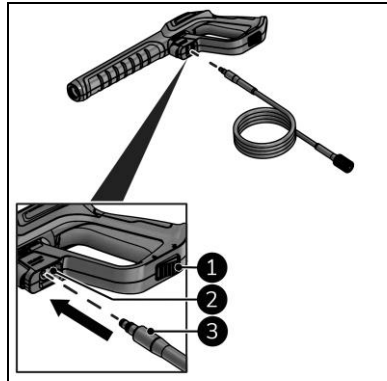

Figure 11
1. Assurez-vous que le verrouillage de sécurité sous la gâchette est bloqué (figure 11, pos. 1).
2. Raccordez le tuyau haute pression (figure 11, pos. 3) au pistolet à jet (figure 11, pos. 2).